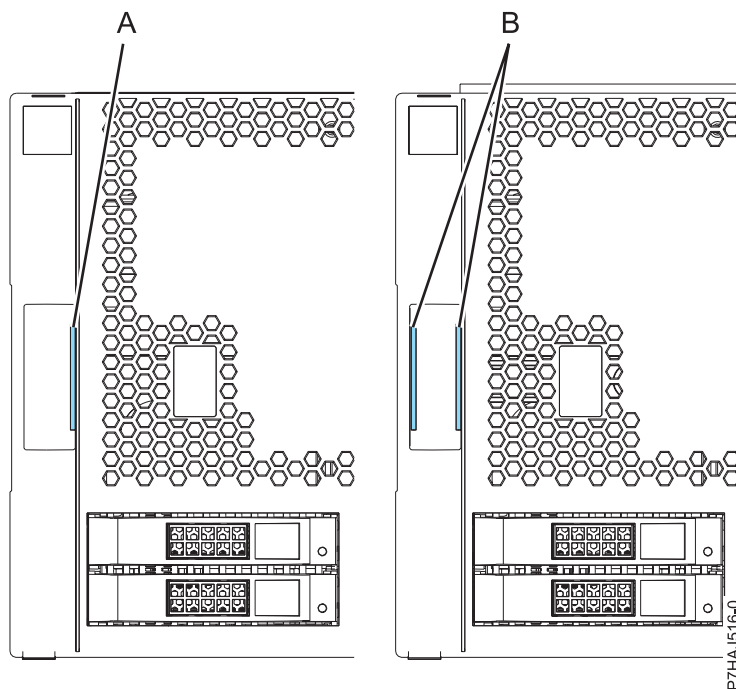

Figure 13. Identification des capots anciens et nouveaux
**Remarque :** Les anciens capots (expédiés avant le 1er mars 2011) sont reconnaissables à la bande bleue unique (A) située sur les taquets du capot. Les nouveaux capots (livrés après le 1er mars 2011) possèdent deux bandes bleues (B). Voir figure 13.